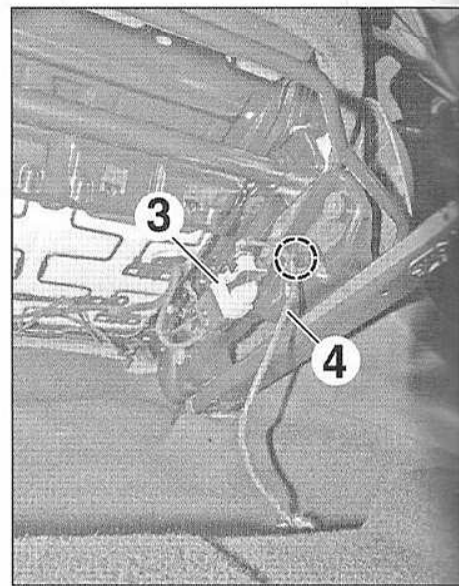

FIG.9
- Débrancher le connecteur (3) et libérer le faisceau (4) (Fig.9).